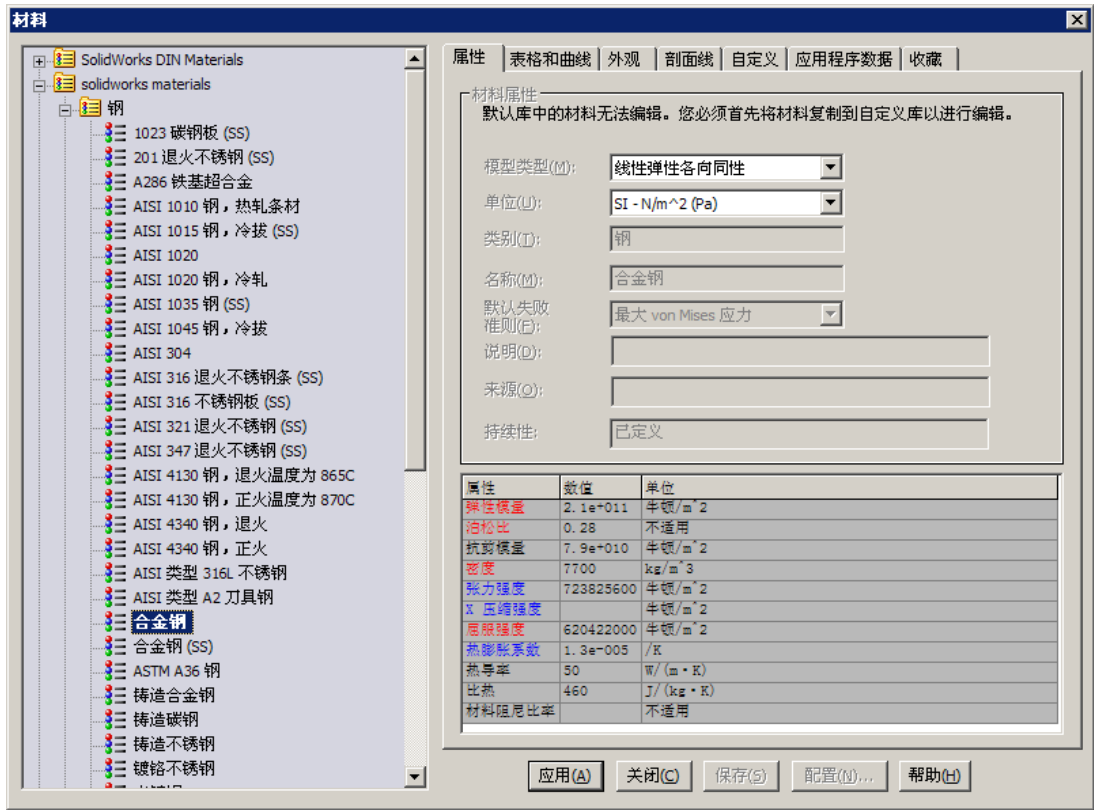

图 12.3.4 “材料”对话框
Step1. 选择下拉菜单 **Simulation** → **材料(M)** → **应用材料到所有(A)...** 命令, 系统弹出图 12.3.4 所示的“材料”对话框。